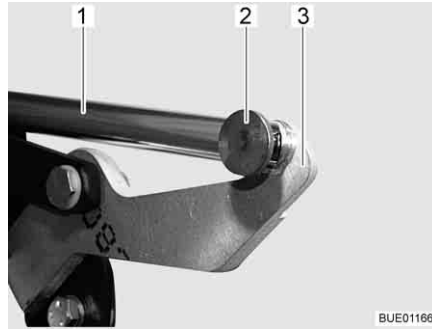

Fig. 132 Azionamento
- Rimuovere il collegamento (p. es. copiglia e perno) (Fig. 132,2) tra la biella (Fig. 132,1) e la leva (Fig. 132,3).